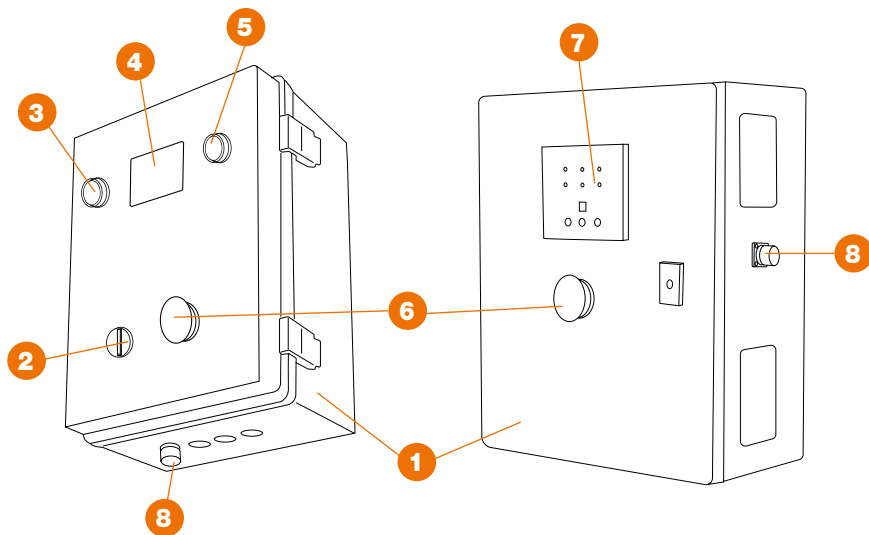

Рис. 1
- Переведите основной переключатель 2 (Рис. 1) блока автоматики в положение «**TEST**».